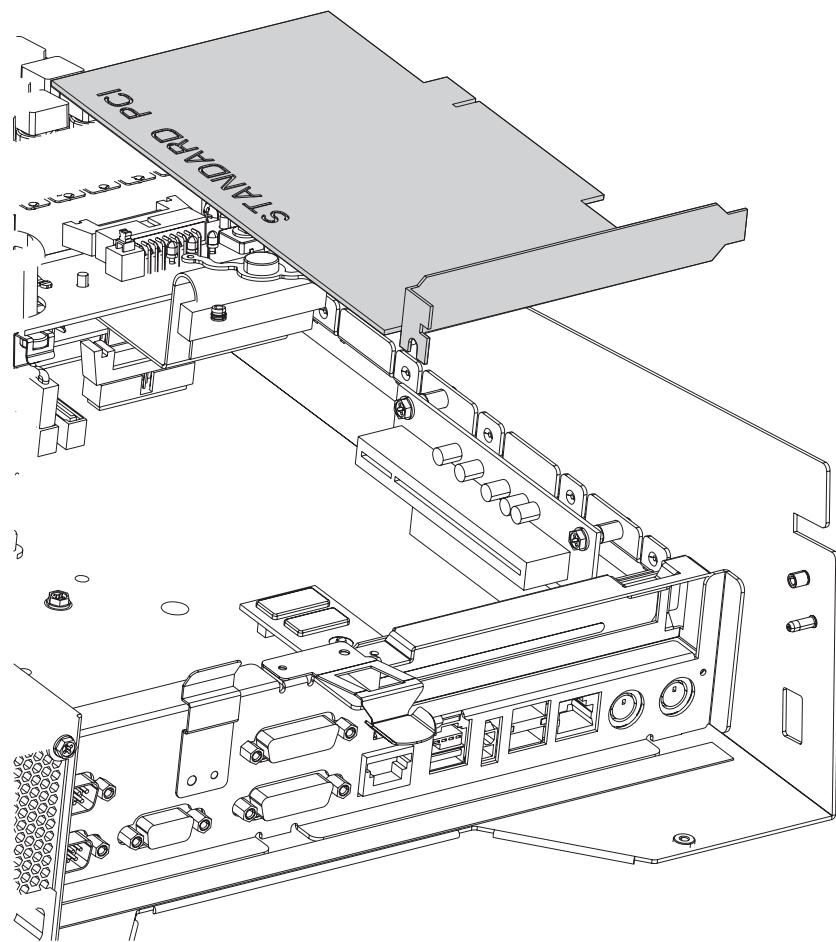

图 33. 安装可选适配卡
6. 将适配卡插入适配卡插槽中，并将适配卡接口推入转接卡。请参阅图 33。